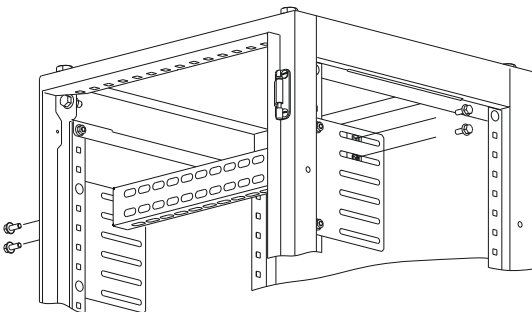

Рисунок 9
7.3.1 Установите Лонжерон между двумя предварительно смонтированными Пластинами установочными и закрепите болтами М6х16 (рисунок 9). Момент затяжки 5 Н·м.